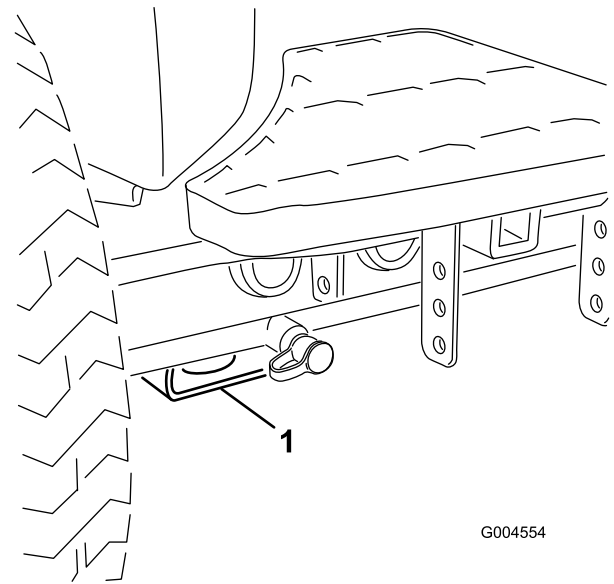

Figura 40
- Delantero – bloque rectangular, debajo del tubo del eje, al interior de cada rueda delantera (Figura 40).